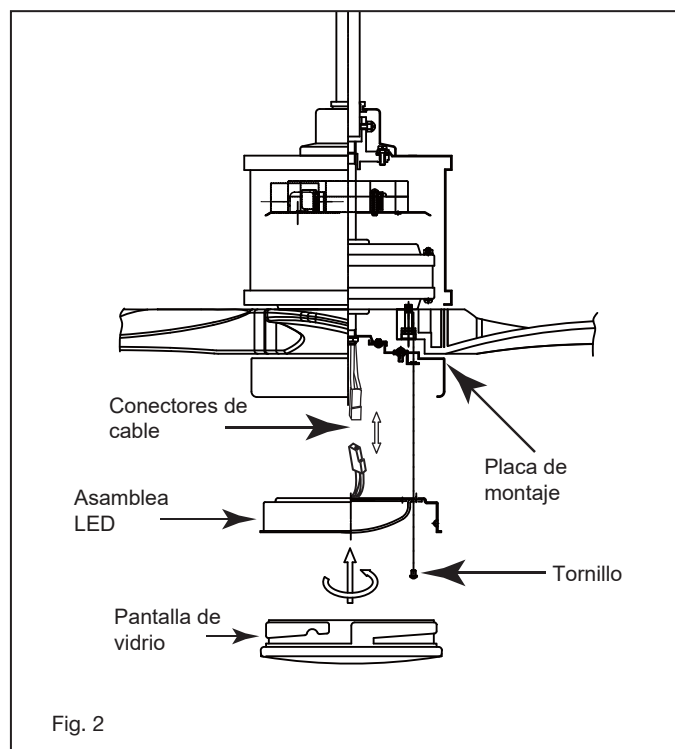

Fig. 2
- 4 Retire uno de los tres tornillos de la placa de montaje ubicada en el motor del ventilador. Afloje los otros 2 tornillos. (No quitar) (Fig. 2)
- 5 Mientras sostiene el ensamblaje del LED debajo de su ventilador, realice las conexiones del enchufe polarizado: (Fig. 2)